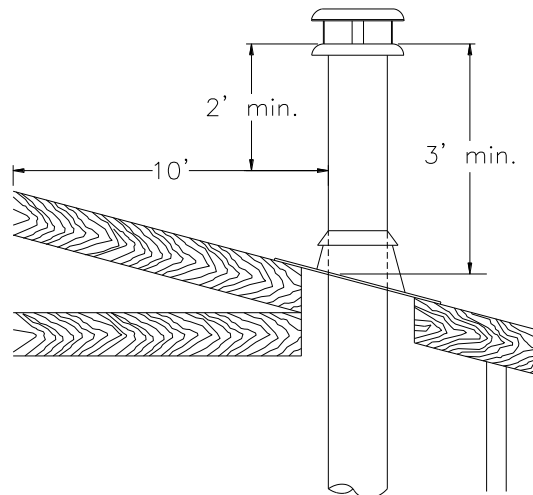

Figure 24
6. La cheminée doit dépasser d'au moins 3 pi. (915 mm) son point de contact avec le toit et doit surplomber d'au moins 2 pi. (610 mm), de tout mur, toit ou édifice dans un rayon de 10 pi. (3000 mm) (Figure 24).